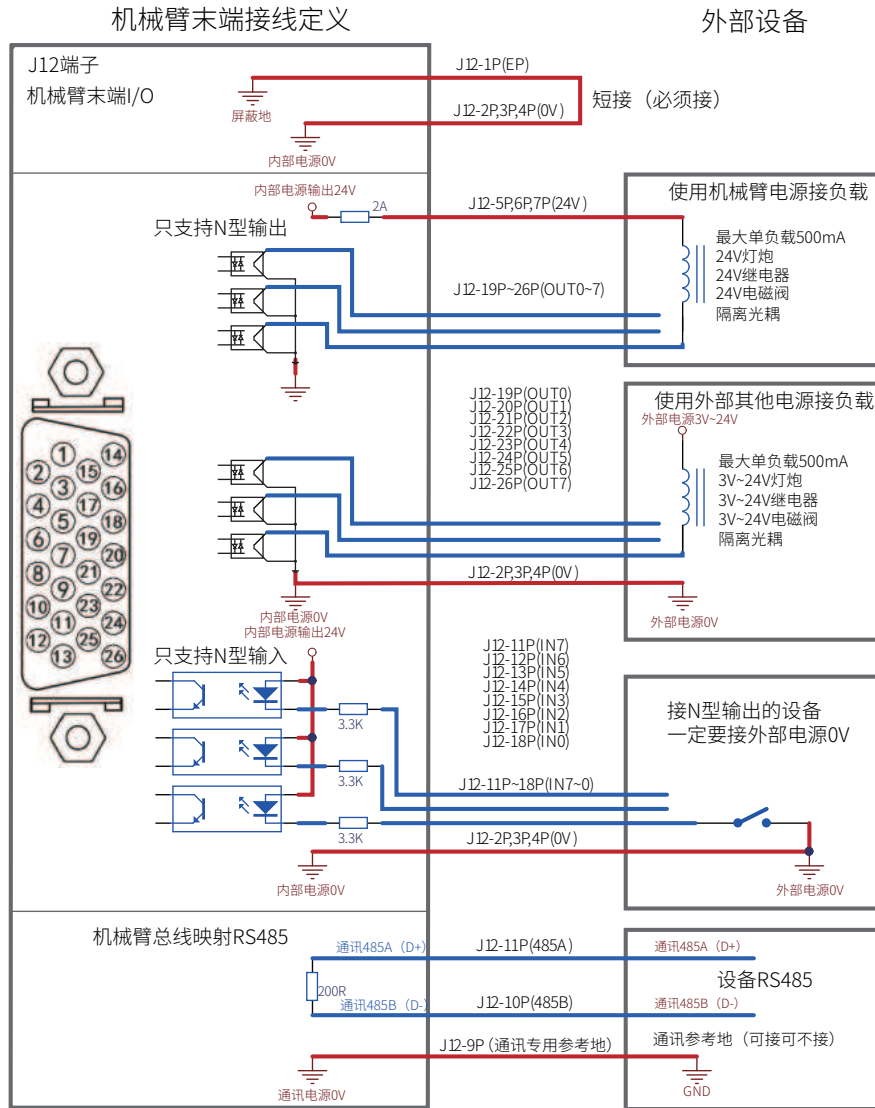

图 5
- (1) J10B为4芯直通线航空插头通到底座J10A;
- (2) J11B为4芯直通线航空插头通到底座J11A。
7. J12接口SCSI-26P内部电路设计 (图5所示)